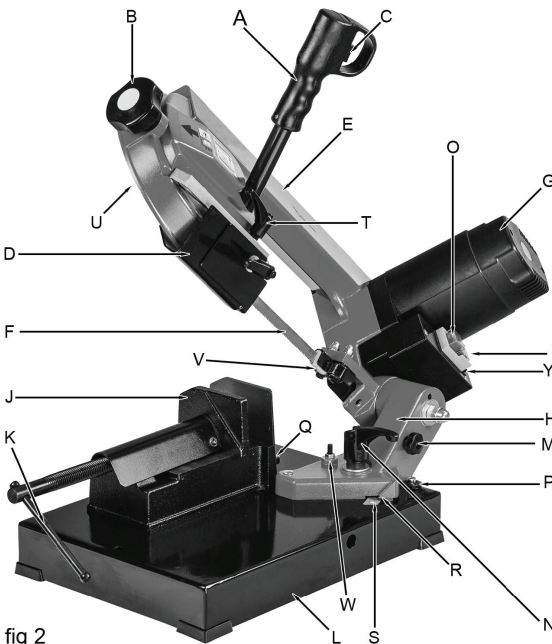

fig 2
- das Maschinenhaus (E, Abb. 2 & 3); der Hauptrahmen komplett mit Motor und Antriebssystem (G, Abb. 2 & 3). mittels einer drehbaren Stütze (H, Abb. 2 & 3) verbunden
- der untere Teil, bestehend aus einer Basis (L, Abb. 2 & 3) und Schraubstock (J, Abb. 2 & 3).
- Sichern Sie den Hauptrahmen mit dem Arretierstift (M, Abb. 2 & 3).
Drehen Sie das Handrad für die Blattspannung (B, Abb. 2 & 3) im Uhrzeigersinn bis zum Anschlag.
Die Maschine wird mit einer Grundkalibrierung auf 0° und 45° geliefert, mittels mechanische Anschläge: die Gehrungsbegrenzung 0° und die Gehrungsbegrenzung 45° (P & Q, Abb. 2 & 3).
- Lösen Sie den Feststellknopf der Schwenkhalterung (N, Abb. 2 & 3).
- Drehen Sie die Schwenkhalterung (H, Abb. 2 & 3) mit dem Griff (A, Abb. 2 & 3).
- Hören Sie auf zu drehen, wenn die Gehrungswinkelanzeige (R, Abb. 2 & 3) auf der ausgewählten Position auf der abgestuften Gehrungswinkelskala an der Basis ist (S, Abb. 2 & 3).
D. Arretieren Sie die Schwenkhalterung in ihrer neuen Position, indem Sie den Knopf (N, Abb. 2 & 3) festziehen.
- Lösen Sie die Schwenkhalterung, indem Sie den Verriegelungsknopf der Schwenkhalterung lösen (N, Abb. 2 & 3).
- Drehen Sie die Schwenkhalterung (H, Abb. 2 & 3) mit dem Steuergriff (A, Abb. 2 & 3).
- Arretieren Sie die Schwenkhalterung in ihrer neuen Position, indem Sie den Verriegelungsknopf wieder festziehen (N, Abb. 2 & 3).
- Lösen Sie den Feststellknopf der Gleitführung (T, Abb. 2 & 3).
- Schieben Sie die Planierschildführung (D, Abb. 2 & 3), bis sie so nah wie möglich am Werkstück ist.
- Arretieren Sie die Klingenführung, indem Sie den Feststellknopf der Gleitführung festziehen (T, Abb. 2 & 3).
- Wählen Sie die Geschwindigkeit, 197 fpm oder 262 fpm (60 oder 80 m/min), mit dem Geschwindigkeitswahlschalter (Y, Abb. 2 & 3).
- Suchen Sie den Schraubstockgriff (K, Abb. 2 & 3).
- Drehen Sie den Schraubstockhebel gegen den Uhrzeigersinn, bis genügend Platz für Ihre Werkstück zwischen den Schraubstockplatten (J, Abb. 2 & 3).